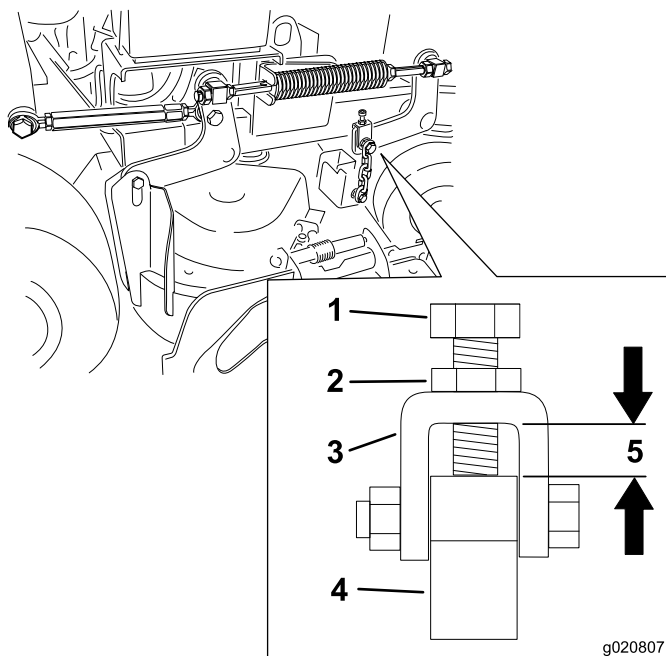

Figure 83
Remarque: L'écart doit être de 11 mm (7/16 po), comme montré à la Figure 83.
12. Desserrez l'écrou de blocage et ajustez le boulon de réglage de sorte à obtenir la distance correcte, comme montré à la Figure 83.